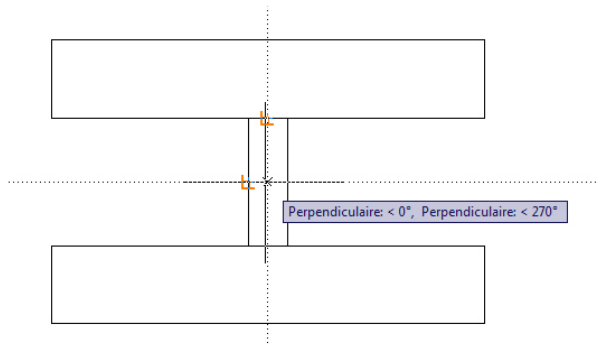

Figure 4.24
- Une fois que vous avez cliqué sur Choisir un point d'insertion, spécifiez le point d'insertion voulu. Nous désirons le point central. Appuyez-vous pour cela sur les lignes d'aide automatique d'AutoCAD (modes Accrojb et Reperobj actifs) [voir Figure 4.24].